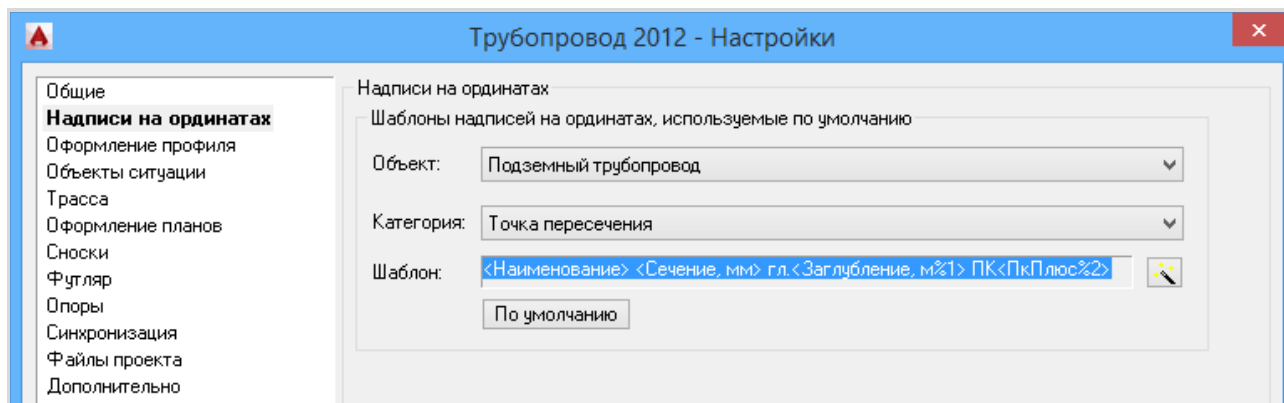

Рис. 68 Надписи на ординатах
**Чтобы отредактировать надписи на ординатах нужно** на вкладке **Надписи на ординатах** (меню **Трасса/Настройки** см.рис. 68) выбрать нужный объект и отредактировать строку **Выражение** в диалоговом окне **Построение шаблона** (см. Шаблоны надписей).